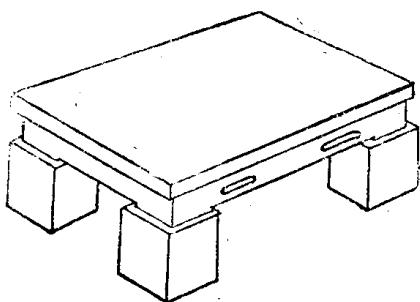

图 2-1 划线平台
(1) 划线平台 划线手台（见图2-1）是用来安放工件和作为划线的基准面的工具。使用时注意不要损伤工作面。